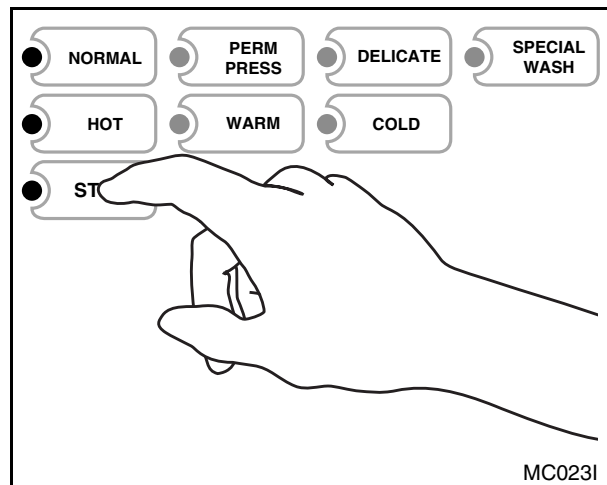

Figura 2-5
5. Oprima el pulsador de arranque (START). Vea la Figura 2-5.